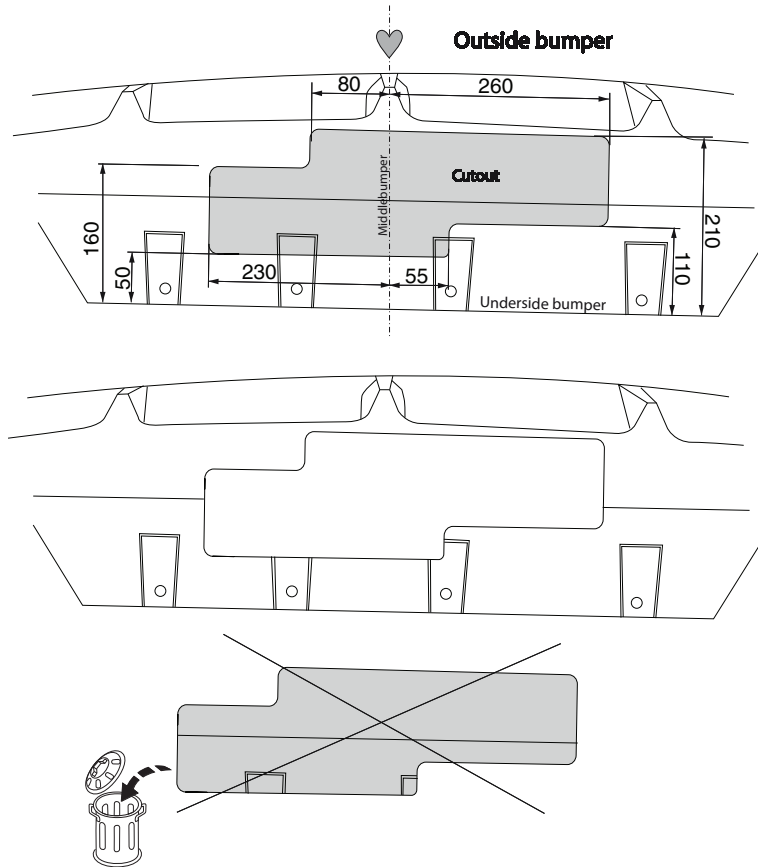

Fig. 3
8. Отпилить обозначенную часть, как указано на рис. 3.